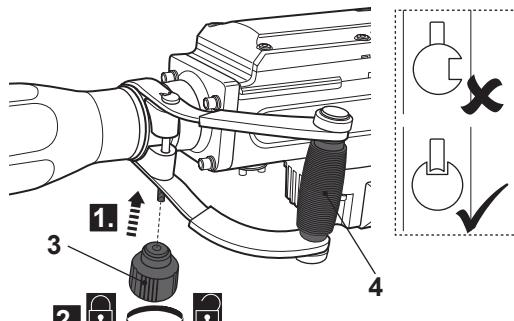

Fig. 3
- > Aliniați și însurubați butonul mânerului (3) pe șurub.
- > Reglați mânerul auxiliar (4) la poziția de lucru dorită, astfel încât să țineți produsul în siguranță în timpul operării.
- > Strângeți butonul mânerului (3) pentru a asigura mânerul auxiliar (4) în poziție (Fig. 3).